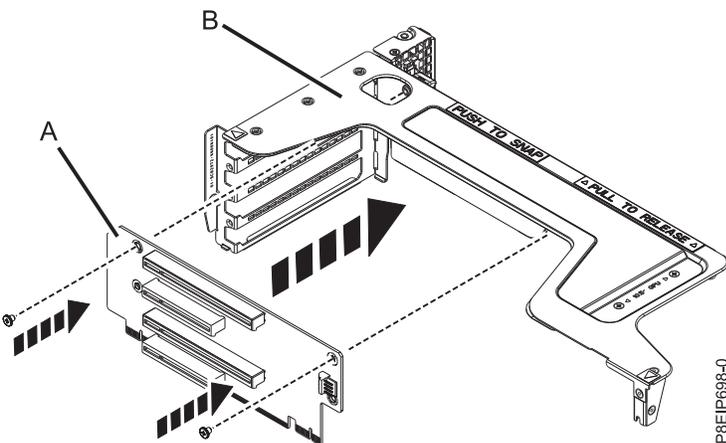

図 55. 位置 5、6、7、および 8 のライザー・カードの再取り付け
5. 位置 5、6、7、および 8 のライザー・カードの再取り付けが必要な場合、ライザー・カードをライザー・サポートに再取り付けします。ライザー・カードをライザー・サポートに固定する 2 本のねじを再取り付けします (図 55 を参照)。